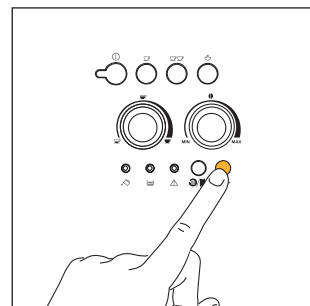

Fig. 18
1. Druk op de knop  om de functie voorgemalen koffie te selecteren (fig. 18). Het controlelampje in de knop brandt om aan te geven dat de functie werd geselecteerd en de koffiemaler werd uitgesloten.